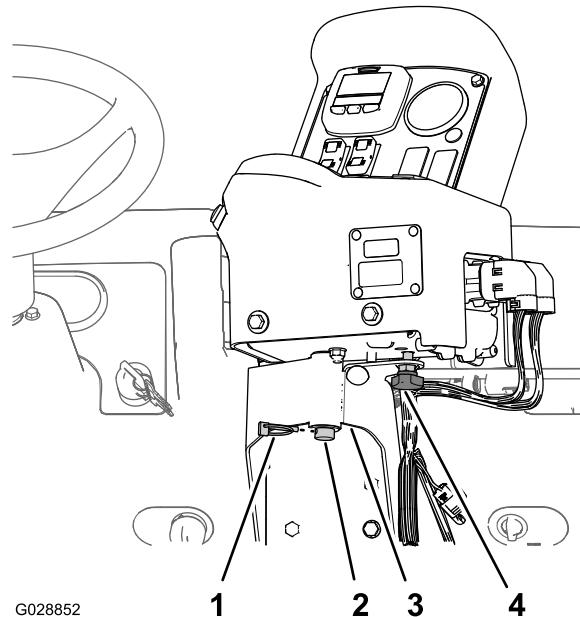

Figure 18
- Fixez la console de commande au support du boîtier de commande au moyen de la goupille fendue retirée précédemment (Figure 18).
- Montez et serrez la molette de serrage pour empêcher la console de tourner durant cette opération (Figure 18).